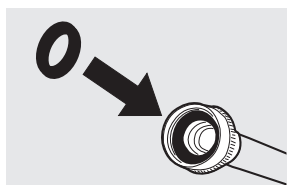

fig. 2
2. Verifique que las mangueras de entrada tengan la arandela de goma firmemente en su lugar. (fig. 2).